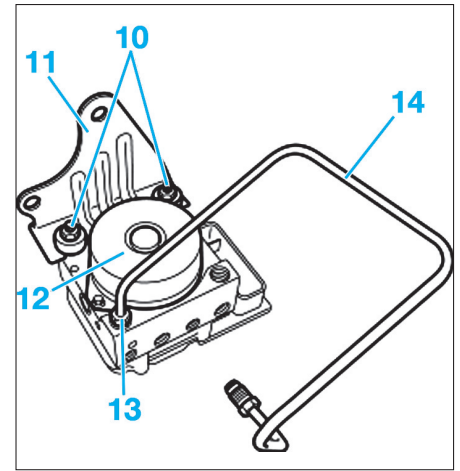

Fig. 31
- Dévisser les vis de fixation (9) et déposer de son logement la centrale du système de freinage (10) avec son tuyau rigide.
- Au banc, dévisser les écrous de fixation (11) et séparer l'étrier de support (12) de la centrale du système de freinage (13) (Fig.31).